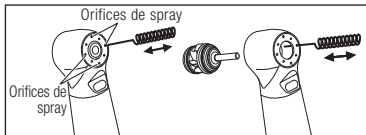

Fig. 26
- ❶ Si les orifices de pulvérisation sont obstrués ou si le spray ne sort pas uniformément des orifices, nettoyez ces derniers (Fig. 26).